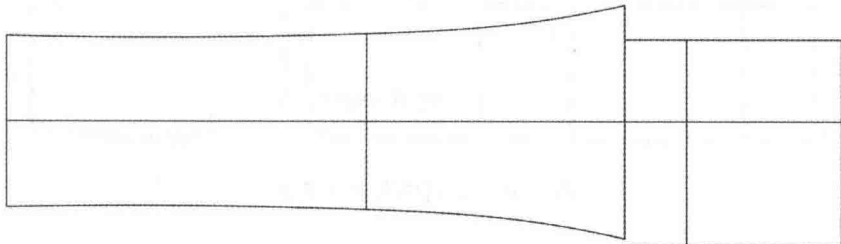

图 7-12 对称复制内侧缝线
(11) 选择  【对称】工具按着【Shift】键, 进入【对称复制】功能。将内侧缝线对称复制(图 7-12)。